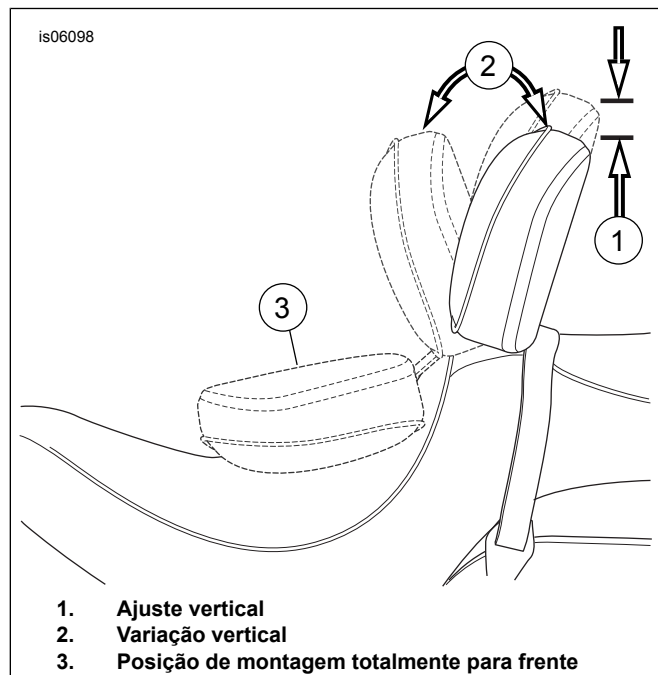

Figura 14. Posições do encosto
7. Veja Figura 14 . Com o encosto e o assento no lugar, empurre o encosto totalmente para frente (3). O mecanismo do encosto pressiona o lado de baixo do assento e o protetor do assento inserido.
1. Veja Figura 14 . A alça de ajuste é usada para mover a almofada do encosto para frente e para trás.
2. Para ajustar a almofada do encosto para frente ou para trás (2), empurre a alça.
6. Para ajustar a almofada do encosto para cima e para baixo (1), puxe o botão na parte traseira da almofada.